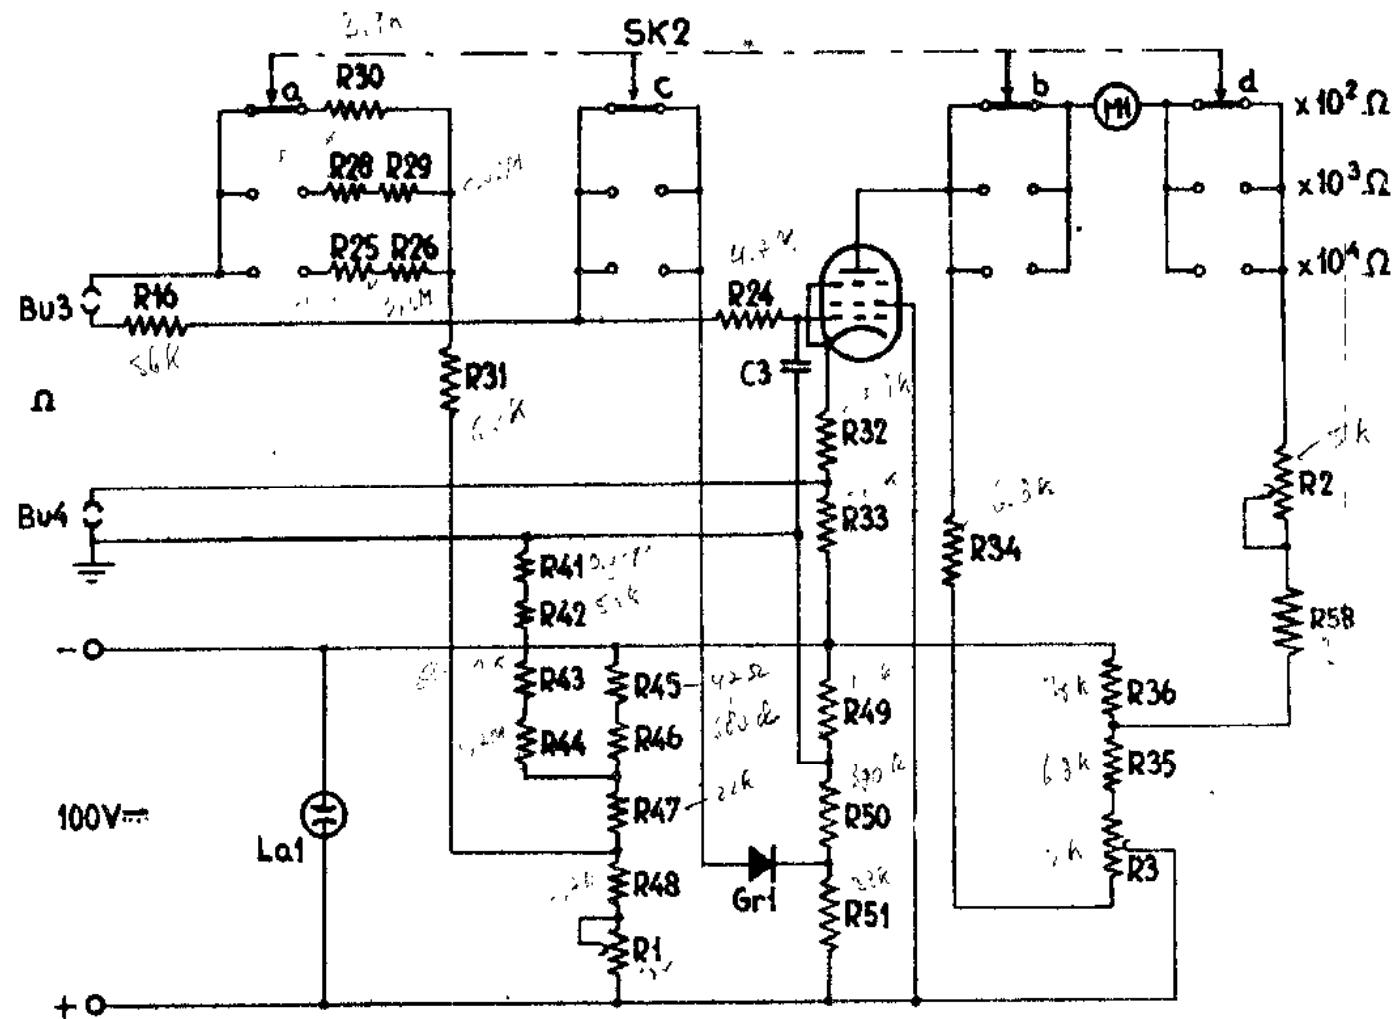

Fig.6
d. Weerstandsgebieden $\times 10^2 \Omega$; $\times 10^3 \Omega$ en $\times 10^4 \Omega$ (zie fig.6)